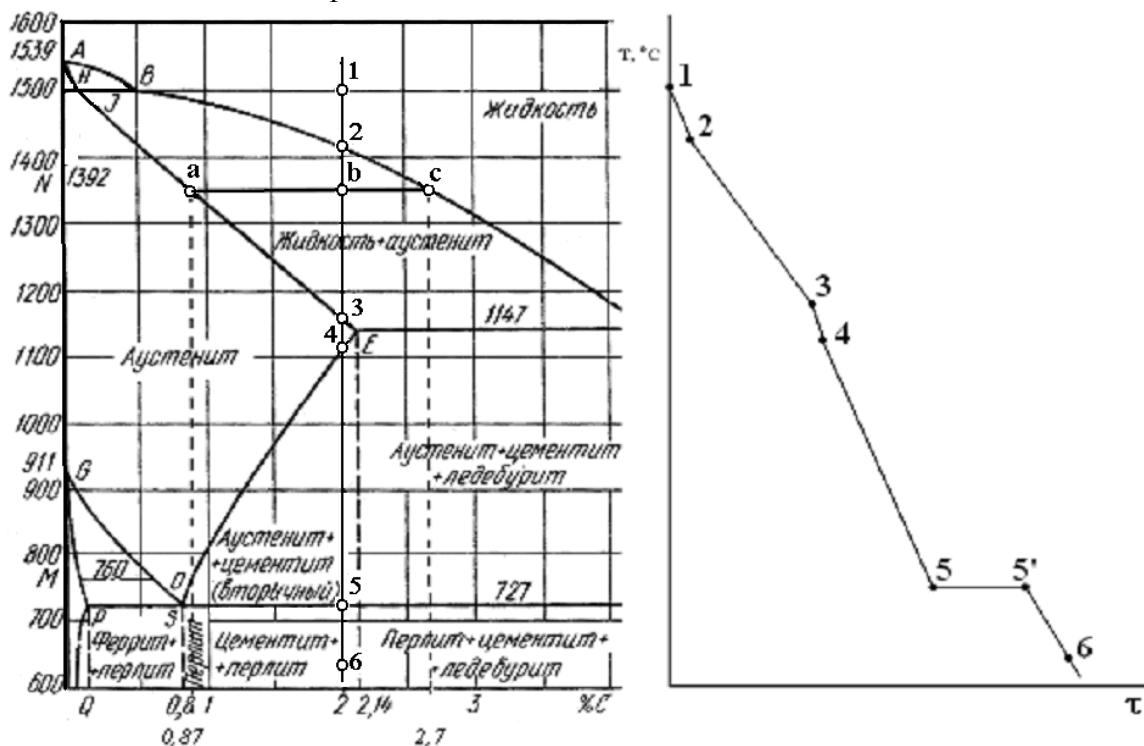

Рисунок 24 – Диаграмма Fe-C и кривая охлаждения для сплава с 2% С.
1.7. Зарисовываем диаграмму железо-углерод – см. рисунок 24.
Условиям задания соответствует точка **б** на диаграмме (см. рисунок 24). В этой точке имеются аустенит, химический состав которого описывается точкой **а** (0,87%С) и расплав, химический состав которого описывается точкой **с** (2,7%С). Составляем и решаем пропорцию: